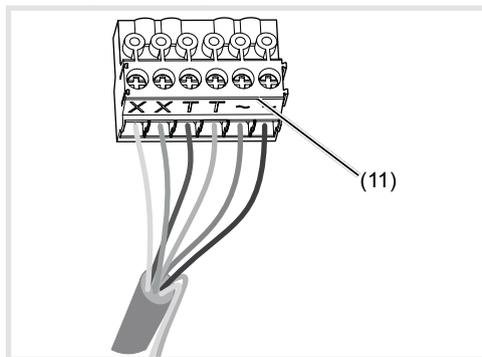

Figura 6: blocco di serraggio di collegamento cablato
- Tirare verso il basso il blocco di serraggio di collegamento (11) dell'apparecchio.
- Collegare la coppia di fili della linea bus a 2Fili ai morsetti **XX** del blocco di serraggio di collegamento (figura 6).
- Eventualmente collegare il cavo apriporta ai morsetti **TT** del blocco di serraggio di collegamento (figura 6 e 7).
- Per la retroilluminazione tasti di chiamata 12 V~, collegare la linea di alimentazione del trasformatore di rete ai morsetti del blocco di serraggio di collegamento (figura 6 ... 8).